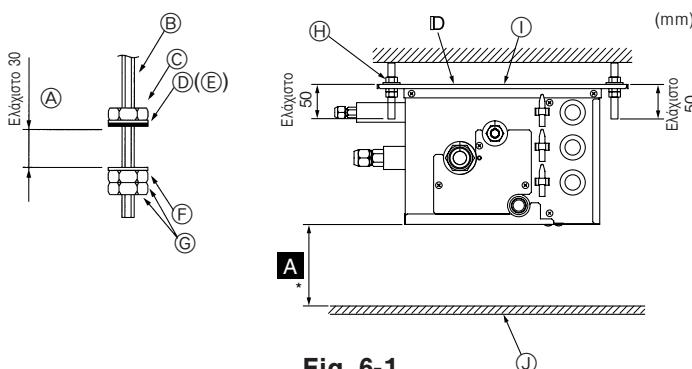

Fig. 6-1
- (2) Τοποθετήστε τις ροδέλες και τα παξιμάδια (1, 2, 3) θα τα προμηθευτείτε από το εμπόριο) στα μπουλόνια ανάρτησης. (Fig. 6-1)
- (3) Κρεμάστε τη μονάδα στα μπουλόνια ανάρτησης.
- (4) Σφιξετε καλά τα παξιμάδια (ελέγχετε το ύψος της οροφής).
- (5) Χρησιμοποιήστε ένα αλφάδι για να ευθυγραμμίσετε το κουτί διακλάδωσης στην οριζόντιο.
- Ⓓ Ροδέλα (με μαξιλαράκι) ①
- Ⓕ Ροδέλα (χωρίς μαξιλαράκι) ②